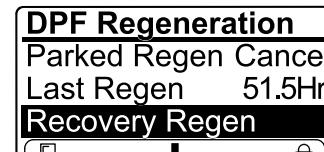

Figure 61
- Si le calculateur moteur n'a pas demandé de régénération d'urgence et que vous naviguez jusqu'à l'option RECOVERY REGEN, la régénération d'urgence se bloque et l'icône de blocage (Figure 61) apparaît en bas à droite de l'InfoCenter.